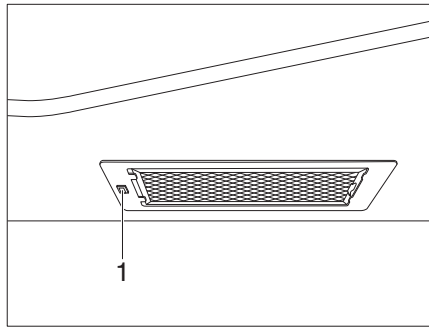

Fig. 317 Cappa di aspirazione
- Accendere e spegnere la cappa di aspirazione tramite l'interruttore (Fig. 317,1).